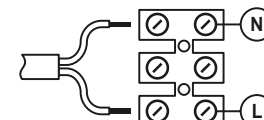

Рис. 2
- Присоедините подготовленные концы проводов к позициям L, N в клеммном зажиме, затяните винты (Рис. 2). Вниманию! Светильник оборудован клеммными винтовыми зажимами с двух сторон для возможности подключения в линию (шейфом). Допускается подключать в линию не более 10 светильников.